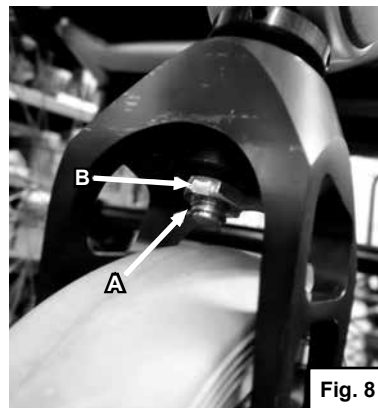

Fig. 8
- Remove the locking clip (A) at the lower end of the castor axis (Fig. 8)
- Remove the nut (B) with a 13 mm open-end or ring spanner
- Reassemble by following the instructions in reverse order. Observe the nut's tightening torque of 10 Nm (B)
- Entfernen Sie die Sicherung (A) am unteren Ende der Lenkradachse (Fig. 8).
- Entfernen Sie die Mutter (B) mit einem 13-mm-Gabel- oder Ringschlüssel.
- Zur Montage führen Sie die Anweisungen in der umgekehrten Reihenfolge aus. Beachten Sie das Anzugsmoment der Mutter von 10 Nm (B).